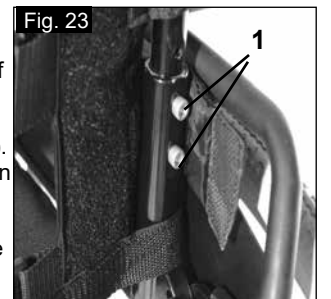

Fig. 23
Die Höhe der Rückenlehne kann auf 2 bzw. 3 (Modellabhängig) verschiedene Positionen eingestellt werden (41 cm, 43,5 cm und 46 cm). Öffnen und entfernen Sie den Bolzen (1) und schieben Sie das Rückenlehnenrohr auf die gewünschte Position. Ziehen Sie die Bolzen wieder fest (Fig. 23).